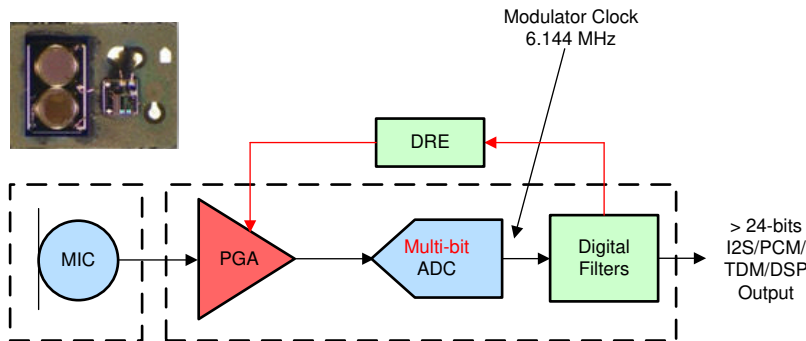

图 3-2. 用于多位输出且带 ADC 的模拟麦克风
基于德州仪器 (TI) TLV320ADC51x0/PCM51x0-Q1 且带有 ADC 系统的模拟麦克风使用多位调制 ADC 和 I2S (或 PCM、TDM、DSP) 接口来投射范围大于 24 位的音频数据，如图 3-2 中所示。这与 PDM 麦克风不同，PDM 麦克风结合使用 1 位调制和 PDM 接口。对于如图 3-2 中所示的带 ADC 投射的模拟麦克风，ADC 输出的 I2S 音频信号需要比两个 PDM 信号多一条或两条接口线。模拟麦克风在量化噪声特性方面具有带内 (20Hz 至 20KHz) 和带外 (20KHz 以上) 优势 (节 4 中对此进行了详细说明)。这是因为数字 PDM 麦克风使用 1 位 ADC 调制器，时钟频率为 3.072MHz，而带 ADC (德州仪器 (TI) 的 TLV320ADC51x0/PCM51x0-Q1) 的模拟麦克风使用多位架构，调制器时钟频率为 6.144MHz，这使其在量化噪声密度方面具有卓越的质量。